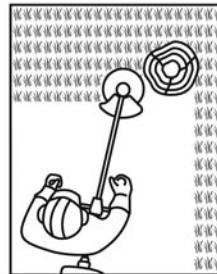

Рис. 29
- > Будьте особо внимательны, работая рядом с изгородями и деревьями: лезвие может повредить мягкую кору и столбы изгороди (рис. 29).